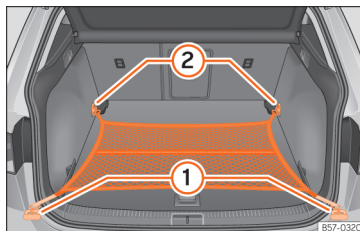

Abb. 122 Im Gepäckraum: flach eingehängtes Gepäckraumnetz.
- Hängen Sie die Haken in die Verzurrrösen (1) und (2) » Abb. 122 ein » Δ. Der Reißverschluss des Gepäckraumnetzes muss dabei nach oben zeigen.